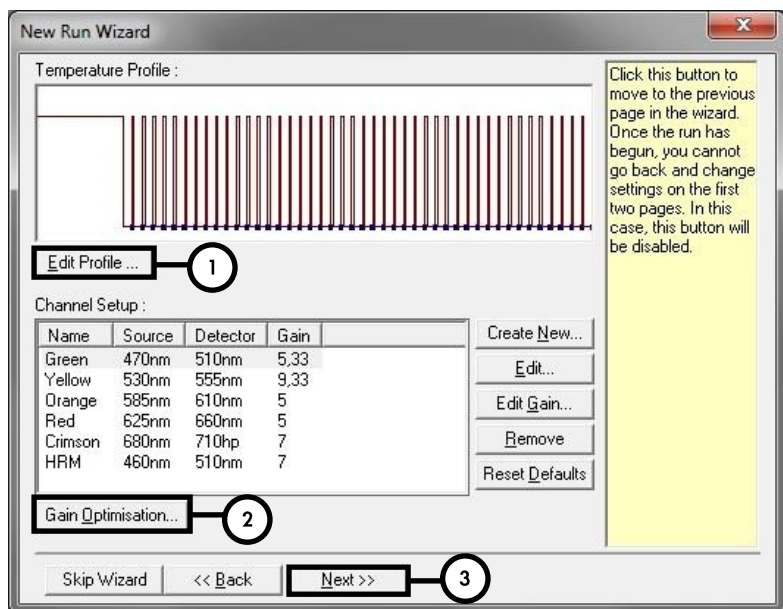
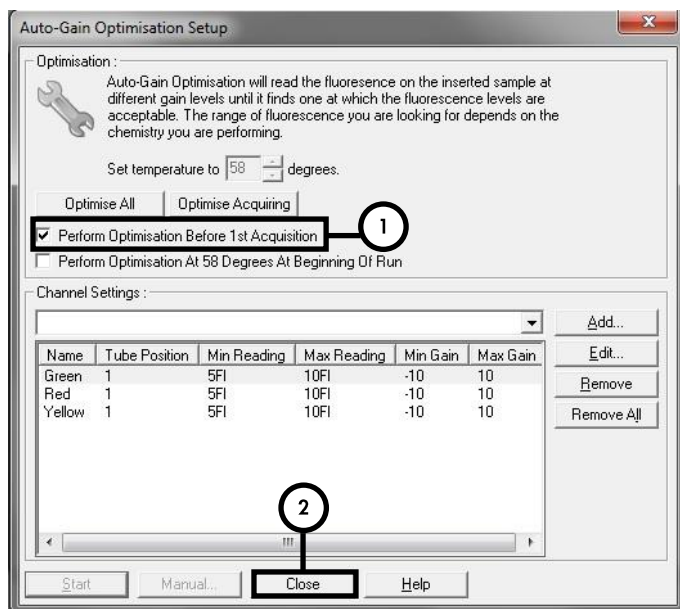

Figura 4. Edición del perfil.
Figura 7. Ajuste de la sensibilidad de los canales de fluorescencia.
Ajuste de la sensibilidad de los canales de fluorescencia	Figura 7
9. Haga clic en el botón **Edit Profile** (Editar perfil) en el siguiente cuadro de diálogo **New Run Wizard** (figura 4) y programe el perfil de temperatura tal como se muestra en las figuras 5-6.
10. El rango de detección de los canales de fluorescencia debe determinarse según las intensidades de fluorescencia de los tubos de PCR. Haga clic en **Gain Optimisation** (Optimización del aumento de señal) en el cuadro de diálogo **New Run Wizard** (consulte la figura 4, paso 2) para abrir el cuadro de diálogo **Auto-Gain Optimisation Setup** (Configuración automática de la optimización del aumento de señal) (figura 7). Marque la casilla **Perform Optimisation Before 1st Acquisition** (Realizar optimización antes de la primera detección) (figura 7). Asegúrese de que estén seleccionados los tres canales (Green, Red y Yellow) para **Auto-Gain Optimisation** (Optimización automática del aumento de señal) (figura 7). (Busque los canales en el menú desplegable debajo de **Channel Settings** [Configuración de canales] y haga clic en **Add** [Añadir]). Haga clic en **Close** (Cerrar) en el cuadro de diálogo **Auto-Gain Optimisation Setup** una vez finalizada la calibración del aumento de señal.